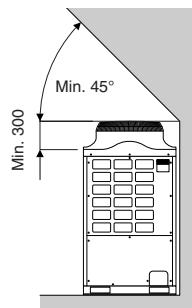

Fig. 2-4
(2) Obstacles en hauteur (Fig. 2-4)